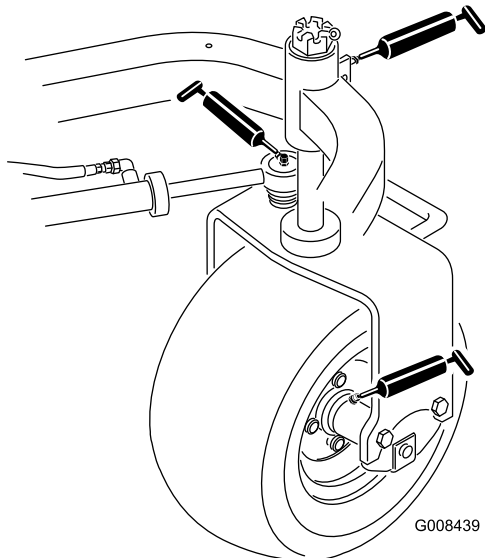

Figura 34
- Mozzo della ruota posteriore (1) (Figura 34)
- Cuscinetto della ruota orientabile (1) (Figura 34)
- Cilindro sterzante (2) (Figura 34)